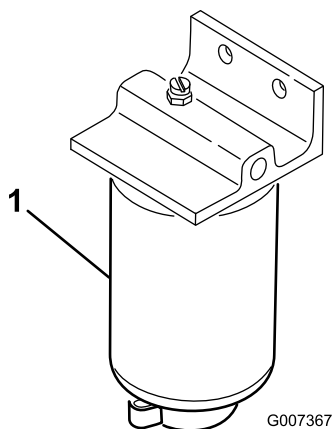

Рисунок 27
2. Поместите под топливный фильтр сливной поддон (Рисунок 27).
3. Откройте пробку сливного отверстия на днище топливного фильтра и слейте всю накопившуюся воду (Рисунок 27). Затяните сливную пробку после слива.